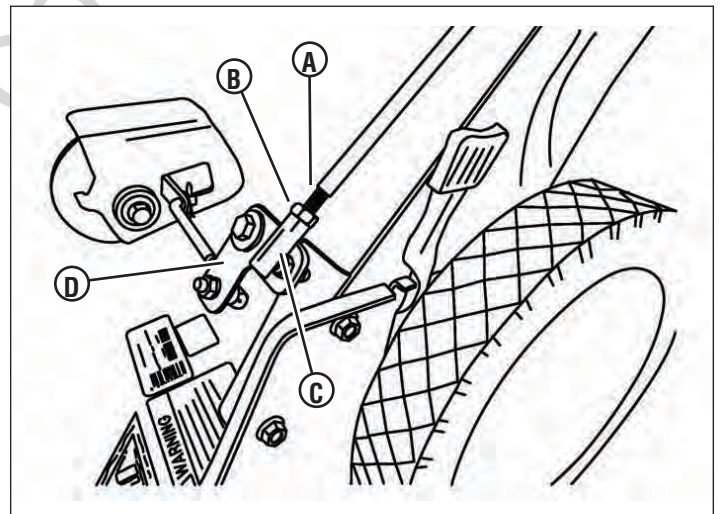

Figure 12
- Installer l'extrémité fileté de la tige de commande de vitesse de déplacement (A, Figure 12), ajustée avec un contre-écrou 1/4-28 (B), dans le joint à rotule (C) sur l'extrémité du bras de pivot de la commande de vitesse (D). **IMPORTANT** : Ne pas bouger le bras de pivot.